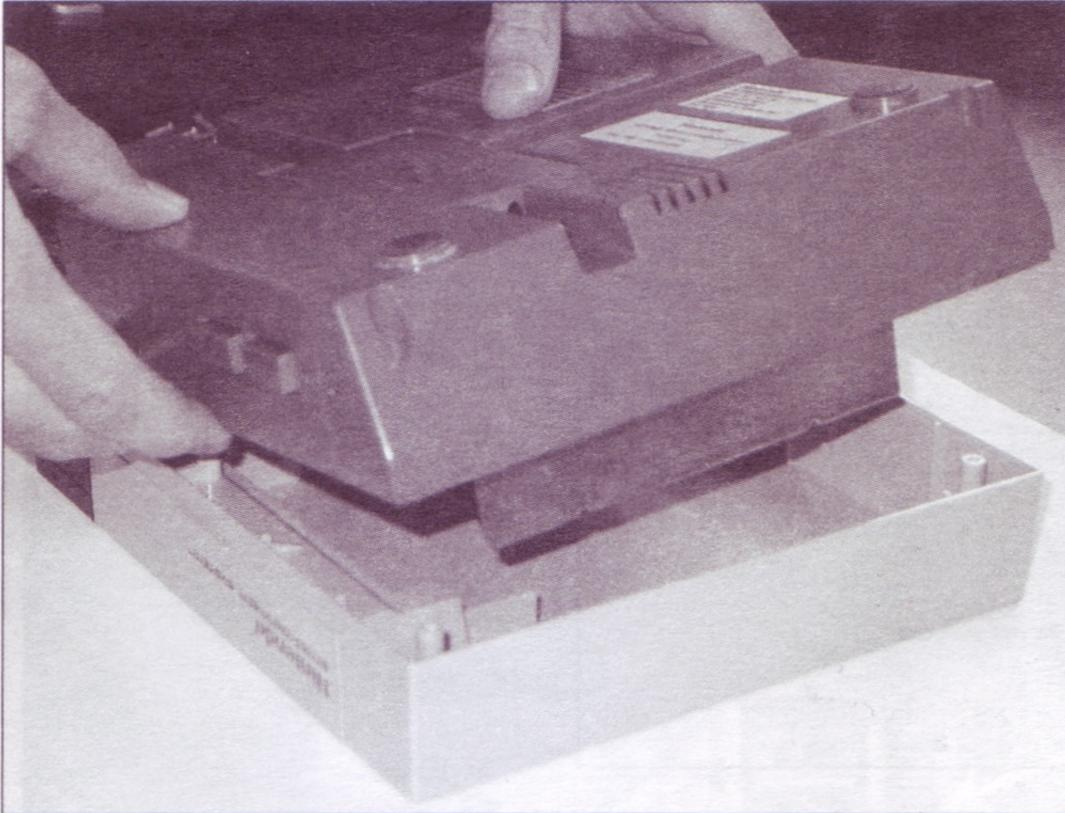

Figura 6.5 Separazione delle metà inferiore e superiore della console.
- Il case è formato da due pezzi di plastica, uno superiore e uno inferiore. Dopo aver rimosso le viti, sollevate con attenzione il fondo della console verso l'alto separandolo dalla parte superiore (Figura 6.5).